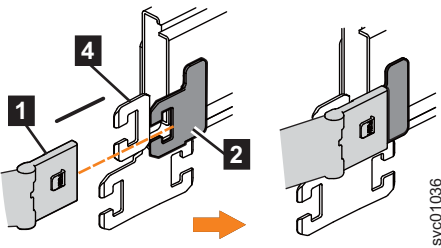

图 74. 将上部 CMA 的内部连接器安装到支撑导轨的内部构件上
2. 将上部 CMA 组合件的内部连接器 (**1**) 安装到左侧支撑导轨的内部构件 (**2**) 上, 如图 74 中所示。